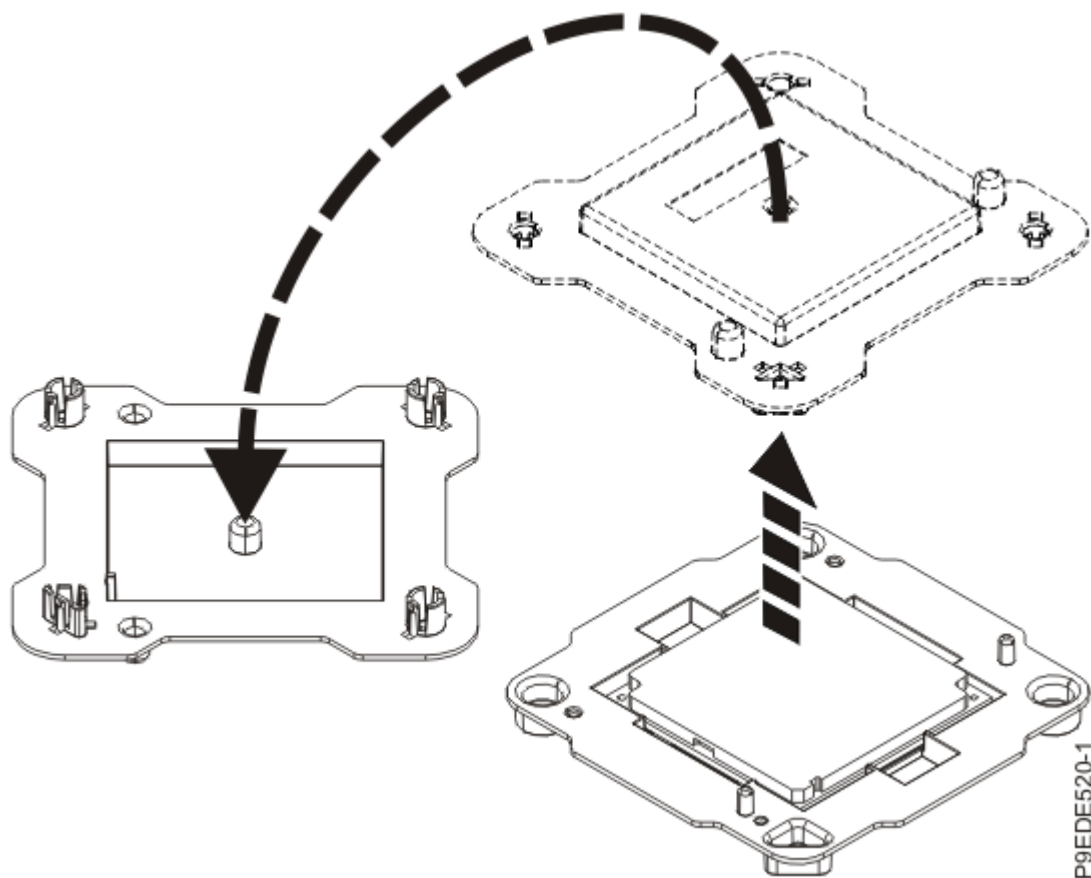

Figure 6. Ouverture de l'emballage du module processeur système
2. Ouvrez l'emballage du nouveau module processeur système et placez le couvercle à l'envers près du bac, comme illustré dans la Figure 6, à la page 9. Le couvercle est utilisé pour le module processeur système que vous remplacez.